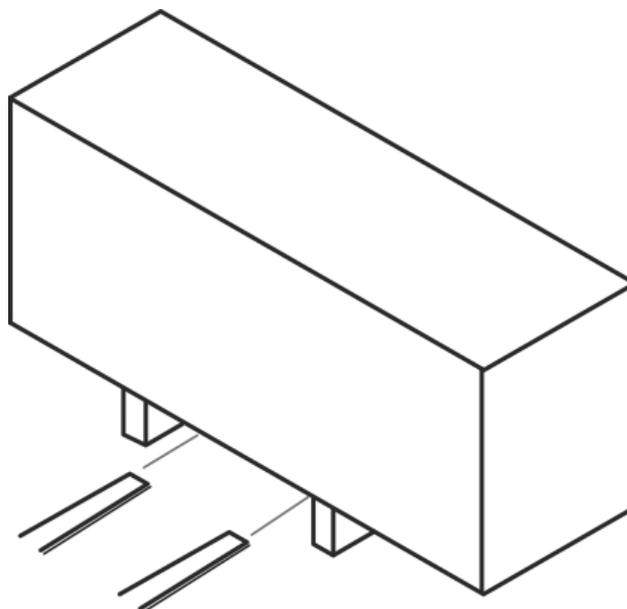

Рис. 25 Транспортировка с помощью вилочного погрузчика
1. Установить вилы погрузчика между поперечинами упаковки, как показано на рис. 25.